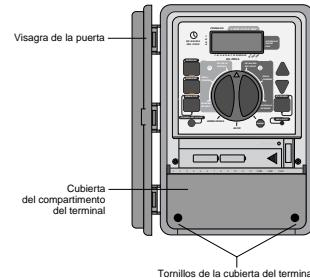

FIGURA 18: Programador de exterior. Vista de la cubierta de los terminales
- Retire la cubierta del compartimento de los terminales desatornillando los dos tornillos y tirando de la cubierta de plástico hacia delante [Vea la Figura 18].